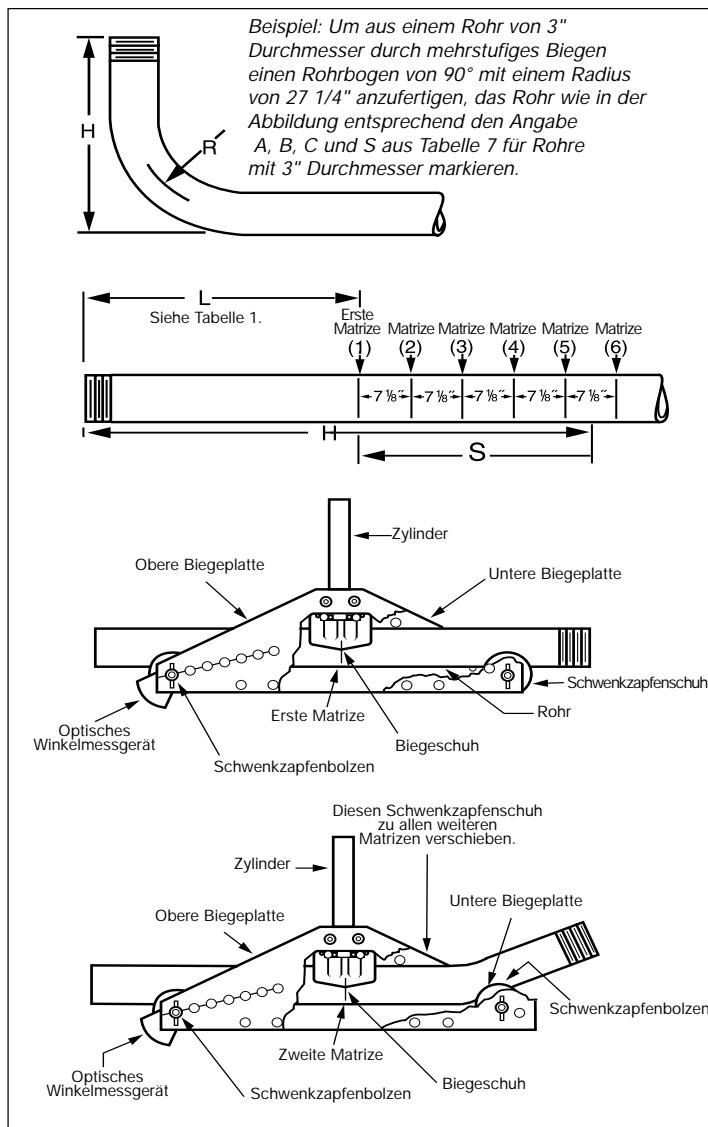

Abbildung 8, Mehrstufig gebogener Rohrbogen 90°
- Das gewünschte Biegemaß (**H**) auf dem geraden Rohr markieren (siehe Abbildung 8).